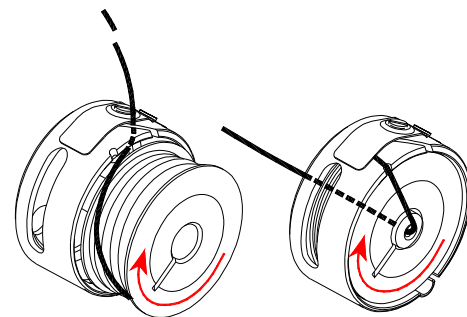

Figura 4
- ✓ Al poner la bobina, verifique si al tirar el hilo, la bobina gira en el sentido indicado en la figura 4, en caso contrario, invierta la posición;